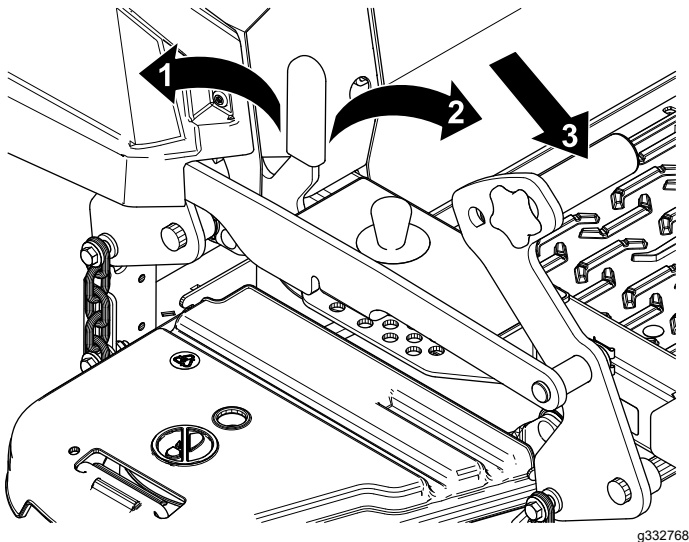

Figura 31
1. Presione el pedal de elevación de la carcasa hacia adelante del todo para bloquear la carcasa de corte en la posición de TRANSPORTE (Figura 31).
2. Presione el pedal de elevación de la carcasa hacia adelante y empuje el bloqueo de transporte hacia adelante a la posición de DESBLOQUEADO, luego baje lentamente la carcasa de corte (Figura 31).